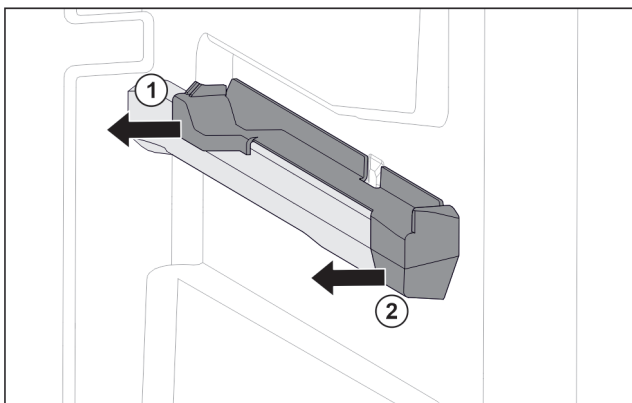

Fig. 61 Наставка върху дясното ребро на съда
- ▶ Изтеглете наставката отзад настрани. Fig. 61 (1)
- ▶ Изтеглете наставката отпред настрани. Fig. 61 (2)